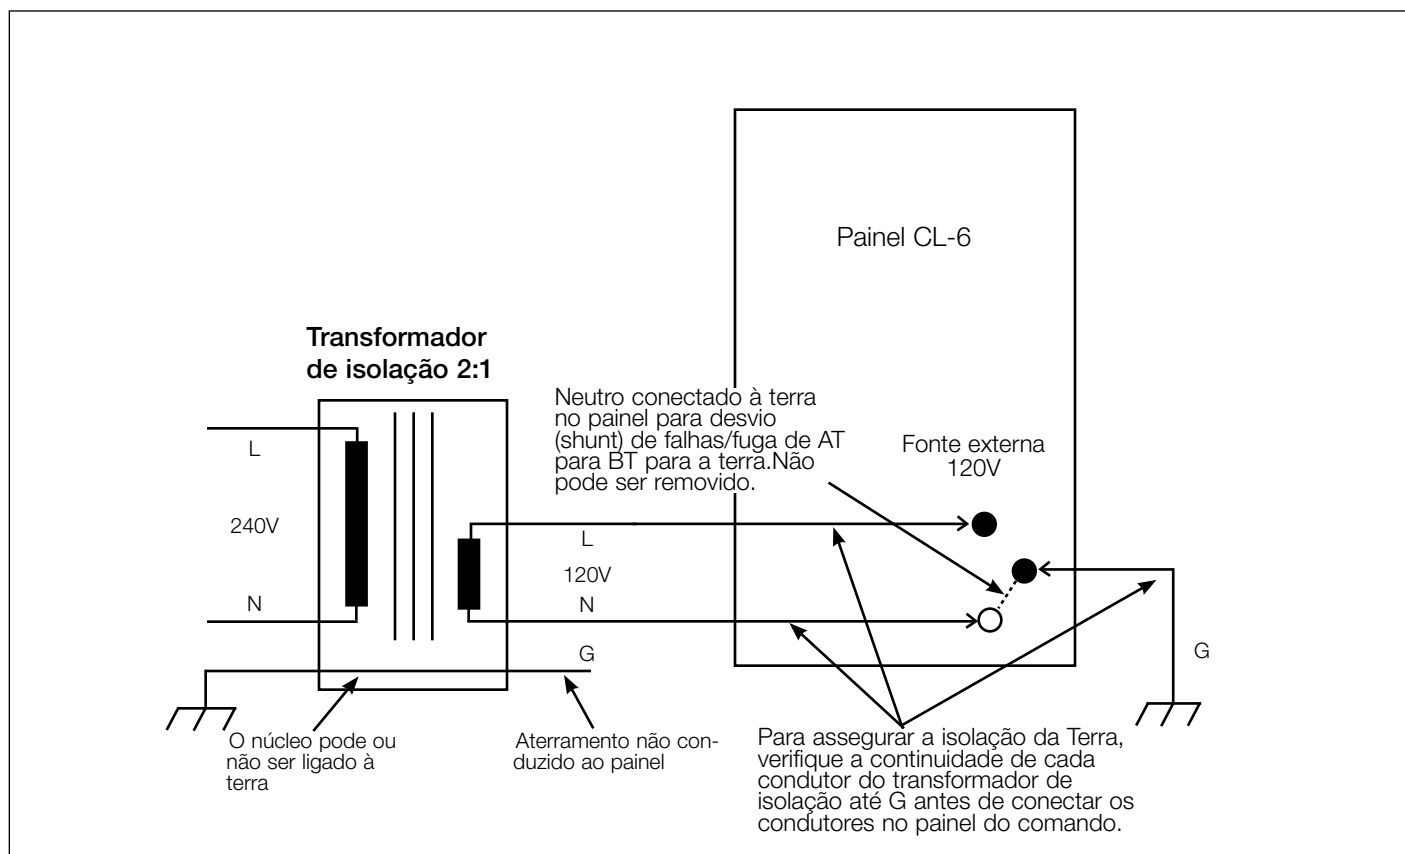

Figura 1-5.
Como o comando é configurado para 120 Vca, um transformador de isolamento 2:1 deverá ser utilizado para incrementar e isolar a tensão de alimentação. Ele deverá isolar neutro e linha no lado secundário. Além disso, neutro e terra no lado secundário não deverão ser bondeados ou conectados. Para verificar a isolação a partir da terra, verifique a continuidade de cada condutor no transformador de isolação em relação à terra (G). Verifique isso antes de conectar os condutores no painel do comando. Veja a Figura 1-5.